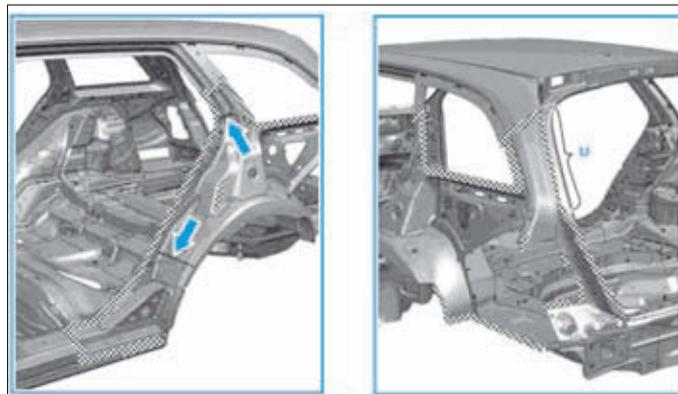

FIG. 114
- Poncer au nu du métal les surfaces de raccordement dans les zones quadrillées (Fig.114).